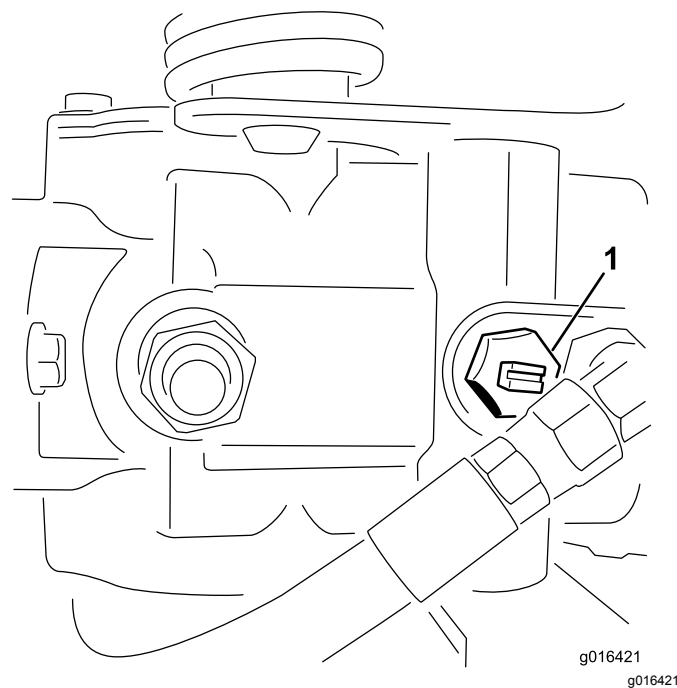

Figura 27
1. Localize a válvula de derivação na bomba e rode-a duas voltas completas no sentido contrário ao dos ponteiros do relógio (Figura 27).
2. Antes de pôr o motor em funcionamento, feche a válvula de derivação rodando-a duas voltas completas no sentido dos ponteiros do relógio (Figura 27).